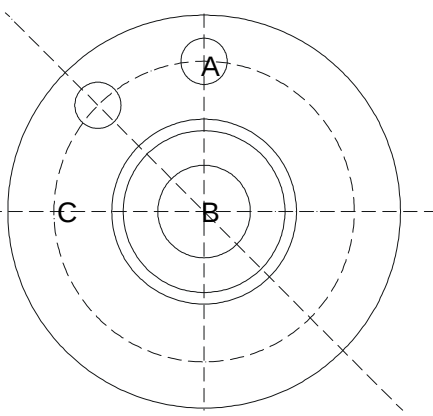

图 3-4-2
(2) 使用 CIRCLE 命令结合 XLINE 命令绘制圆，如图 3-4-2 所示。其具体操作如下：
指定圆的圆心或 [三点(3P)/两点(2P)/相切、相切、半径(T)]：点取 A 点，如图 3-4-2 所示
指定角的顶点：点取 B 点，如图 3-4-2 所示
指定圆的圆心或 [三点(3P)/两点(2P)/相切、相切、半径(T)]：捕捉构造线与直径为 130 的圆在左上方的交点，如图 3-4-2 所示